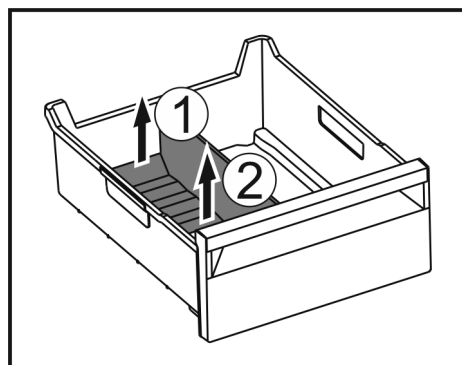

Fig. 120
- ▶ Levantar la parte posterior del separador para congelador. Fig. 120 (1)
- ▶ Extraer el separador para congelador hacia arriba. *Fig. 120 (2)*